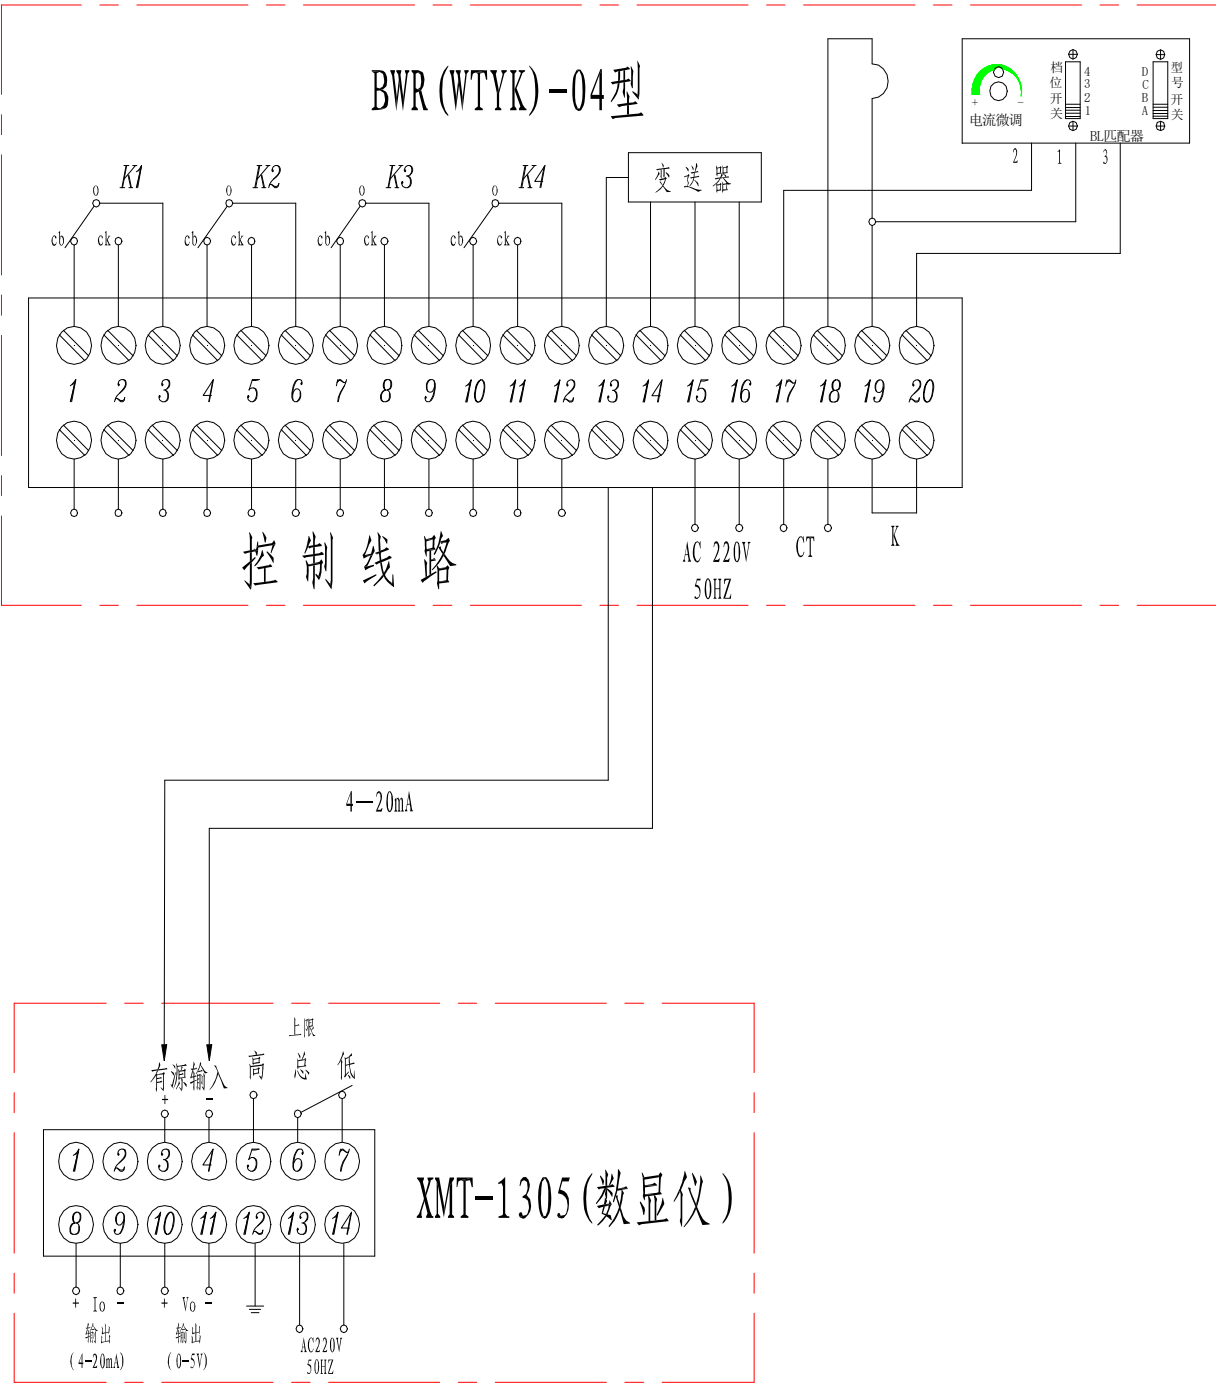

图 8 (b) 带 XMT-1305
- 安装尺寸：如图 8 所示，安装开孔尺寸： $76\pm1\times152\pm1$ 。
如图 8 所示 1s 为 BWR (WTYK) -04 型绕组温度计的工作电流，因每台油浸式变压器的 CT 额定输出电流都可能不同，线圈与油温差也可能不同，不同的温差值需要不同值的工作电流 1s 进行模拟。交流器出厂前，已根据 CT 额定输出电流 5A，绕组对油温平均温升  $\Delta T=20K$ ，将交流器工作电流 1s 整定在 1.0A，用户使用的场合如不符合上述参数时，在使用前应先进行工作电流 1s 整定，具体操作步骤如下：
① 拧松外壳 M6 螺栓，打开表盖，将 19 和 20 端子之间的短路线摘掉，(19、20 号端子是为校验 1s 电流值专用)，按图 8 接线。
② 查阅电力变压器的说明，变压器额定电流和电流互感器的变化，得出电流互感器 CT 二次额定电流值  $I_p$ ，例如：变压器的额定电流 500A，CT 的变化为 500：5， $I_p=500/(500/5)=5A$ 。
③ 根据电流匹配器技术参数表选定电流匹配器型号，并将电流匹配器型号开关拔至对应型号位置，例如  $I_p=5A$  为 BL-A 型，则把型号开关拔至 A 位置。
④ 查阅电力变压器的说明书，得出变压器绕组对油温升值  $\Delta T$ （也可向变压器制造厂索取此值），例如查的  $\Delta T=20^{\circ}C$ 。